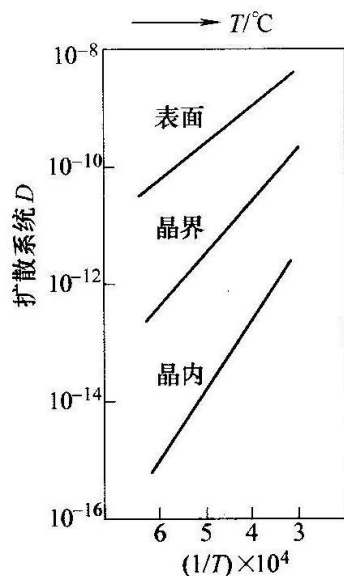

图 10-3 第六题第 2 小题图
2. 图 10-3 为测出的钚在不同温度及以不同方式扩散时扩散系数与温度的关系，从该实验数据图中能得出哪些信息？